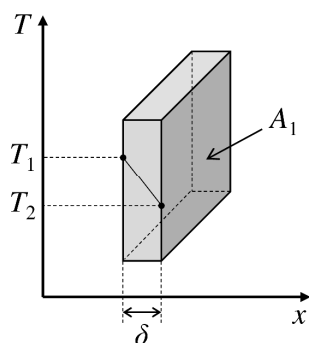

図2-1 平板状保温材内の伝導伝熱の模式図
- (2) 図2-1に示すように、熱伝導度 $k_1 [\text{W} \cdot \text{m}^{-1} \cdot \text{K}^{-1}]$ 、厚さ $\delta [\text{m}]$ 、伝熱面積 $A_1 [\text{m}^2]$ が均一の平板状保温材がある。保温材の伝熱面に対して垂直な方向に x 軸をとり、保温材の両表面の温度がそれぞれ $T_1 [\text{K}]$ および $T_2 [\text{K}]$ ($T_1 > T_2$) で一定に保たれている。このとき、保温材の伝熱抵抗 R は式(2-2)で表される。伝熱速度 q 、伝熱の推進力（温度差 $(T_1 - T_2)$ ）および R の関係が式(2-3)で表されることを、式(2-1)を用いて示しなさい。